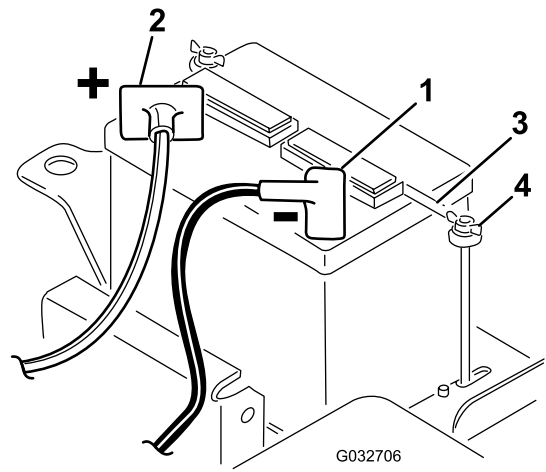

Bild 5
2. Schließen Sie das Pluskabel der Batterie (rot) vom Startermagnet an den positiven Pol (+) der Batterie an (Bild 5). Befestigen Sie sie mit einer Schlossschraube und einer Mutter.
5. Montieren Sie die Batterieklemme und die Scheiben und ziehen Sie sie mit den Flügelmutter an (Bild 5).